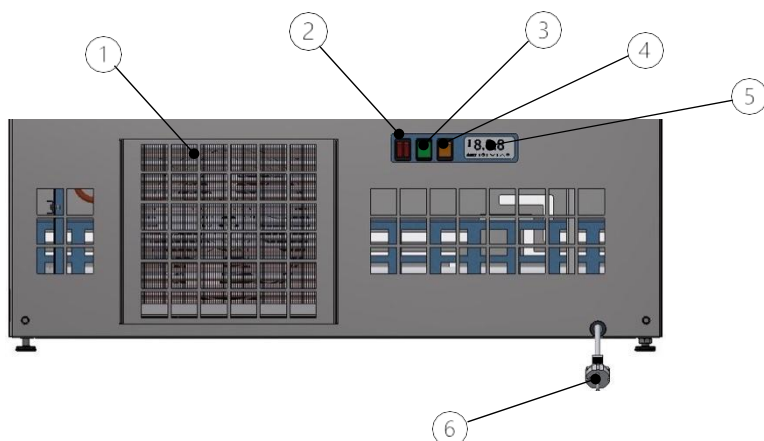

Fig. 9 - Placering av kondensor och styrenhet
- Flytta förvaringsluckan (*bild 9/nr 1*) **uppåt och utåt från** sitt läge